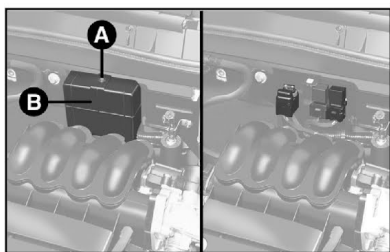

fig. 51
- Retirar o parafuso **A-fig. 51** da parte superior e remover a tampa de proteção **B**.